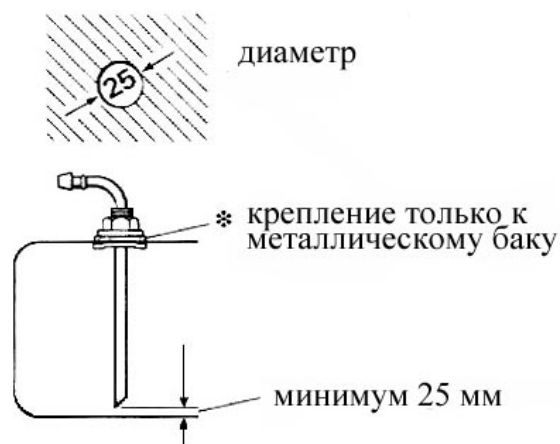

Рис. 16
4.4.6.1 Для подачи топлива из бензобака или независимой ёмкости с топливом необходимо использовать трубку подачи топлива. Особое внимание следует обратить на то, что отверстие на топливном баке (или крышке бака) для установки должно быть соответствующего размера, с ровными краями и ровным. У основания трубки должна быть хорошая герметизация. Конец трубки должен находиться на расстоянии 30 — 40 мм от дна топливного бака, чтобы всасывать достаточное количество топлива и в то же время не всасывать осадок со дна бака (Рис. 16).